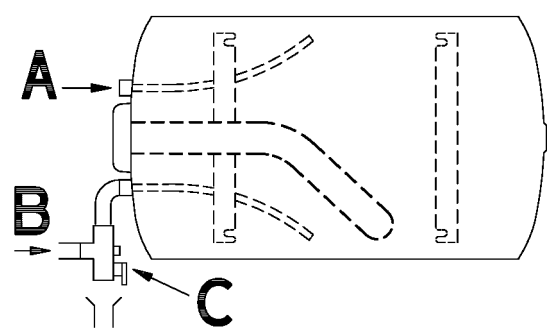

Fig. 6
- Fig.6 modèle horizontal à gauche
- Fig.6 horizontal model, left
- Afb.6 horizontaal model links